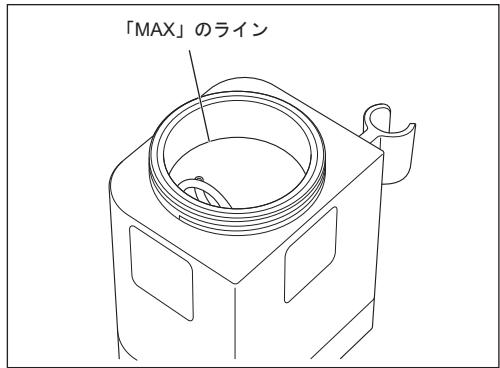

図26
- 1) 使用するモードにあったチャンバー、パウダーを選び、チャンバーの「MAX」のラインまでパウダーを入れてください（図26）。